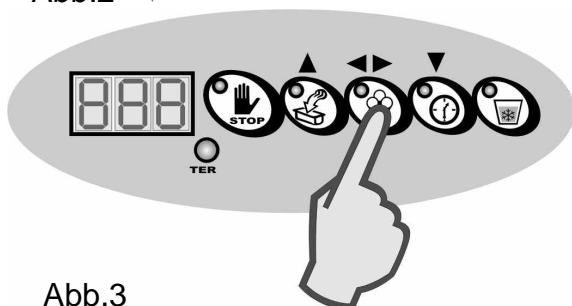

Abb.3
7. Wenn der ausgewählte Schritt stattdessen geändert werden soll, drücken Sie die Taste "BESTÄTIGEN" (Abb. 3), um den aktuellen Wert zu visualisieren und dann drücken Sie die Tasten "UP" oder "DOWN", um den Wert jeweils zu steigern oder zu senken. Dann drücken Sie die Taste "BESTÄTIGEN"; um das Datum zu bestätigen.